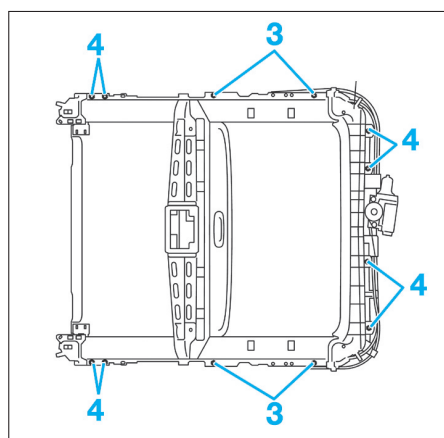

FIG. 59
- Retirer les huit écrous (3) et les quatre vis (4), puis déposer l'ensemble toit ouvrant (Fig.59).